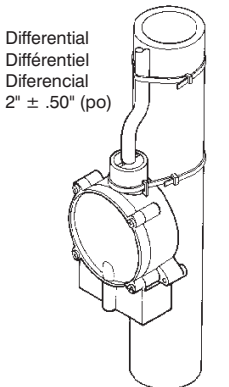

Figure 3
- For universal installation, refer to Figure 3. The RS-5LL can be attached to a pipe with the cable ties provided. Slots are provided at the upper collar of the switch housing to enable you to secure the switch to piping. Use one cable tie to attach the switch to the pipe through the slots on the collar. The other cable tie should be used to secure the power cord to the piping approximately 3" above the switch collar as shown in Figure 3.
- Pour une installation universelle, consulter la Figure 3. Le RS-5LL peut, à l'aide des attaches de câble fournies, se fixer à un tuyau. Le haut du boîtier de l'interrupteur est muni de rainures afin de pouvoir fixer ce dernier à la tuyauterie. Utiliser une attache de câble pour fixer l'interrupteur au tuyau, par les rainures sur le collet. L'autre attache peut servir à fixer le cordon d'alimentation au tuyau, à environ 3 pouces au-dessus du collet, tel qu'indiqué à la Figure 3.